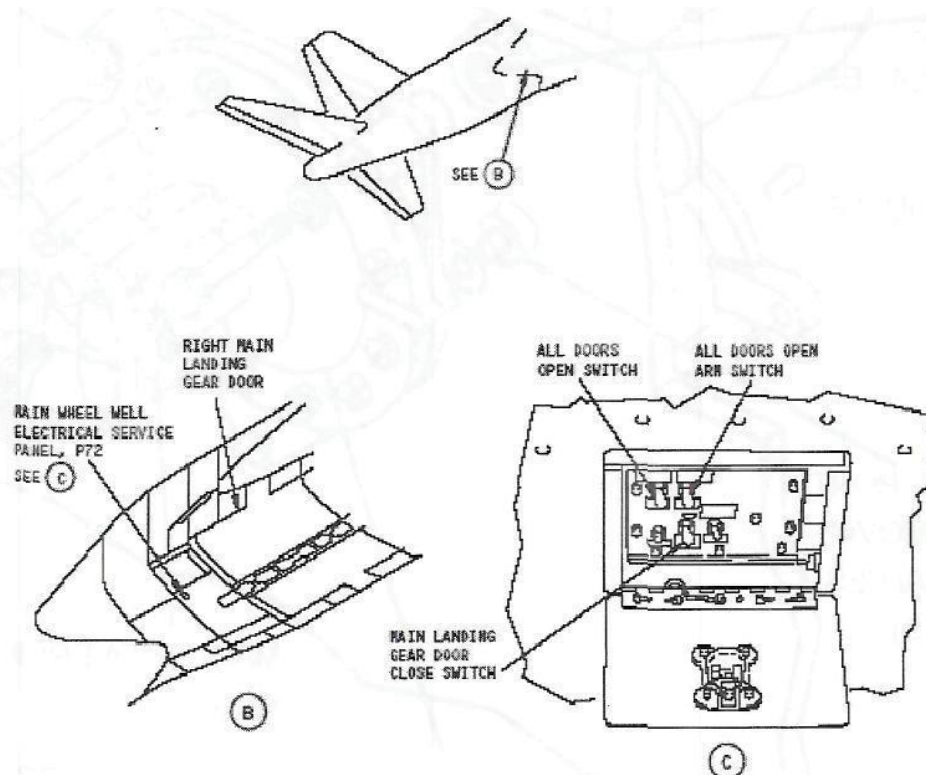

Рисунок 37. Управление створками шасси
4.6.14.6 Створки основного шасси можно закрыть с помощью переключателя на щитке управления основными створками (см. рисунок 37)